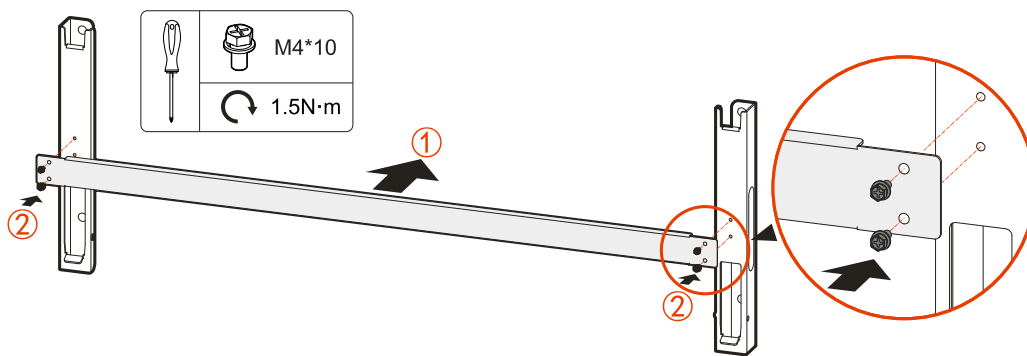

Рисунок 3-11 Держатель для установки
- Шаг 1 Используйте четыре болта M4*10, чтобы зафиксировать монтажный держатель с соединительным рычагом, как показано на рис. 3-11.